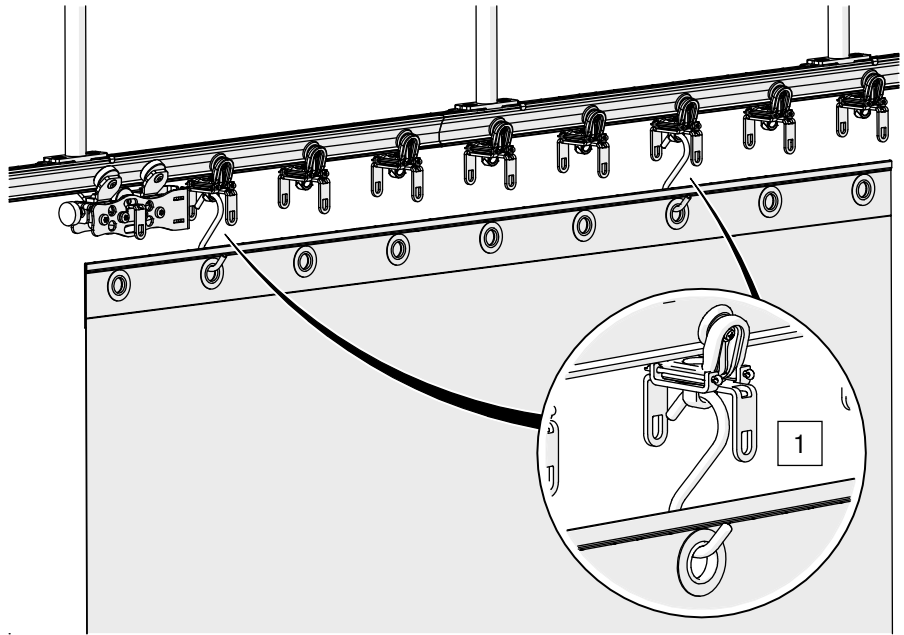

Abb. 70: Innenlagen – mit Montagematerial vorpositionieren (beispielhaft S-Haken)
1. Hängen Sie die Innenlagen an jedem fünften G-TRACK OFFICE 2-Rad-Vorhang-Laufwagen zur Vorpositionierung mit geeignetem Montagematerial (z. B. S-Haken) auf (siehe Abb. 70).